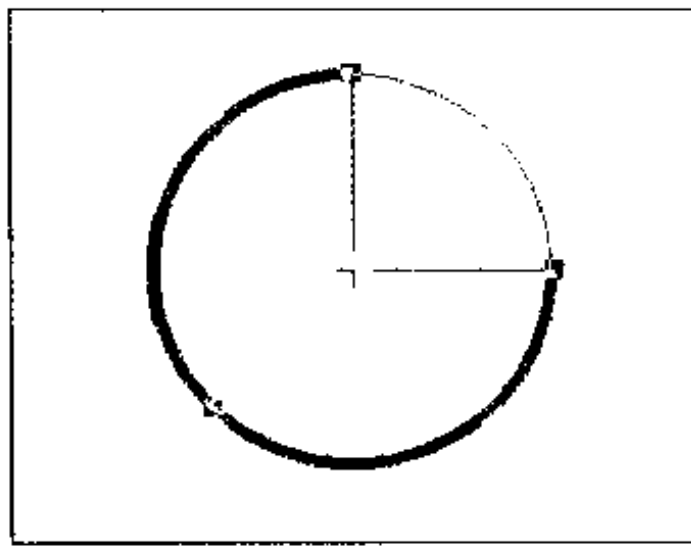

图 7-11 通过确定圆心的方法绘制圆弧
(1) 在 Placement Tools 工具栏中单击  按钮,选择通过定义圆心来绘制圆弧的工具,或者选择 Place > Arc(Center)。
(2) 此时鼠标箭头变为十字光标,并且十字光标的中心带有一个节点,在图纸中的适当位置单击,确定圆弧的圆心,然后移动十字光标,展开一个圆。移动十字光标到适当的位置单击,确定圆的直径大小,将十字光标移到圆形上的某一点单击,确定圆弧的起点;再移动十字光标到另一处单击,确定圆弧的终点,右击鼠标,结束绘制圆弧的工作状态,得到如图 7-11 所示的效果。